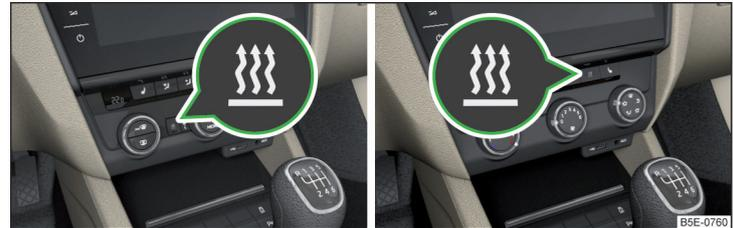

Abb. 139 Taste für das Ein-/Ausschalten (Climatronic / manuelle Klimaanlage)
- ▶ Mit der Taste auf dem Bedienteil der Klimaanlage » Abb. 139.
» Abb. 139.